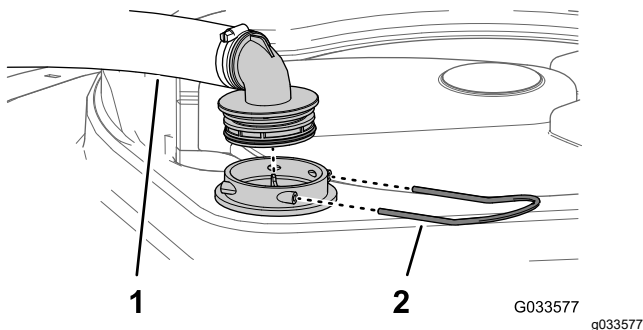

Figura 109
2. Nella parte superiore dell'irroratrice, rimuovete il fermo che fissa il raccordo del flessibile collegato al flessibile grande dall'alloggiamento del filtro (Figura 109).
3. Rimuovete il flessibile e il raccordo del flessibile dall'alloggiamento del filtro (Figura 109).